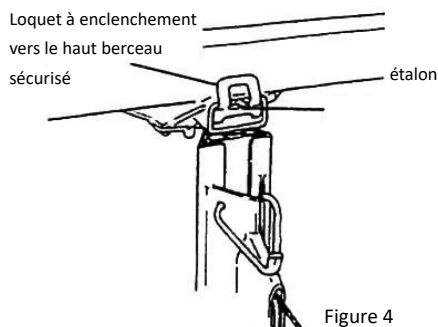

Figure 4
- Faites glisser les plaques coniques des traverses dans les douilles coniques du berceau. (Figure 4)